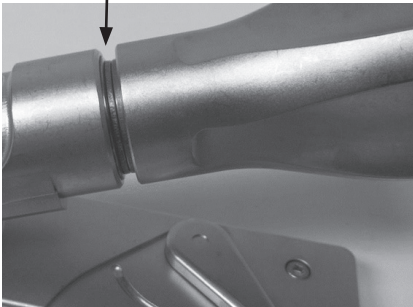

Afbeelding 5 – Bevestiging van accessoire-instrument op de Hercules™ 360 universele stabilisatorarm (productreferentie T401160)
- b. Voor verbinding van een Terumo SNELAANSLUITING MET BAL. Grijp de huls van de Hercules universele stabilisatorarm vast en druk de bal van het hulpstuk in de spanhuls van de Hercules universele stabilisatorarm (zie afbeelding 5). Controleer op een juiste aansluiting.